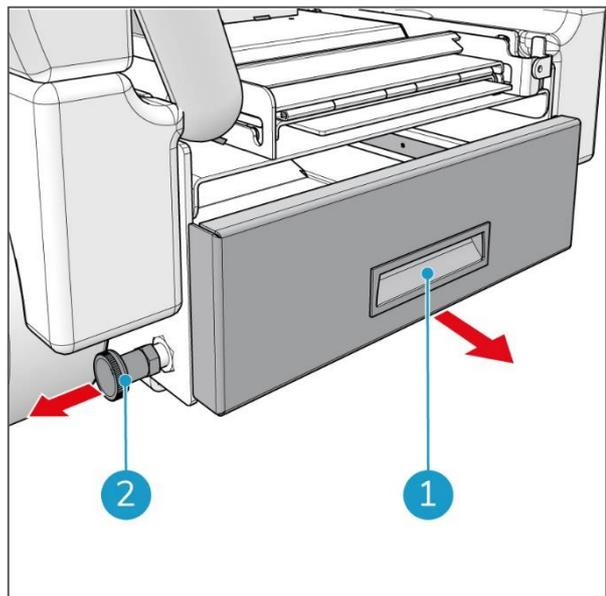

Figure 14
2. Retirez la goupille de verrouillage située sur le côté gauche (Figure 14, pos. 2) du tiroir à batteries.
3. Tirez le tiroir à batteries à l'aide de la poignée noire (Figure 14, pos. 1), jusqu'à ce qu'il s'enclenche.